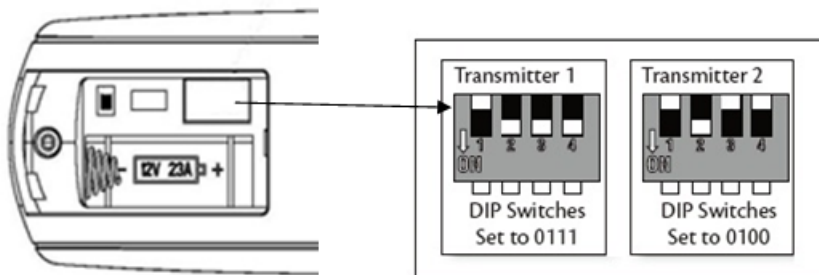

Fig. 11
- Changez la position des commutateurs DIP dans l'émetteur à distance 1, de sorte qu'il soit différent de l'émetteur 2 Fig. 11
- Changez la position des commutateurs DIP dans l'émetteur à distance 2, de sorte qu'il soit différent de l'émetteur 1 Fig. 11